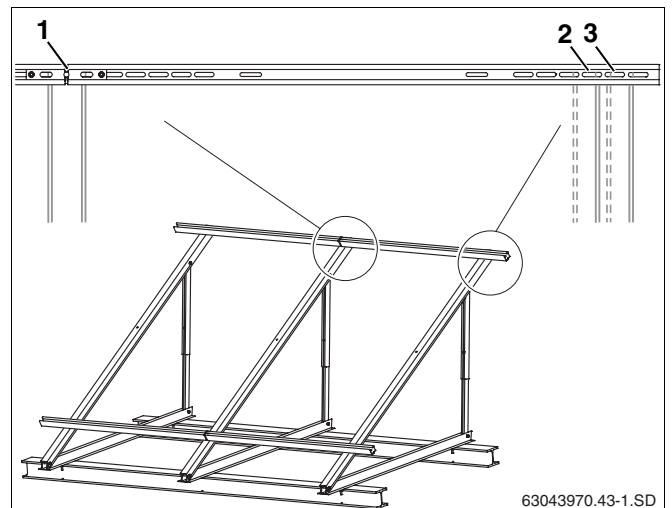

Fig. 32 Nivelación de los perfiles de guía en el anclaje de la base del lugar de instalación
| vertical:   | Disposición: orificio central de la pieza de unión (fig. 32, pos. 1 ) | Disposición: 2. orificio ovalado de la derecha (fig. 32, pos. 3 ) |
| horizontal: | Disposición: 3. orificio ovalado de la derecha (fig. 32, pos. 2 )     | --   |